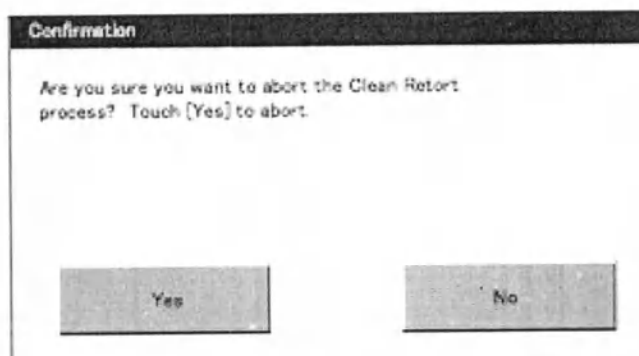

Рис. 123 Диалоговое окно подтверждения прерывания очистки реторты
- Чтобы прервать цикл очистки, нажмите **«Abort»** (Прервать). Появится окно подтверждения (Рис. 123).